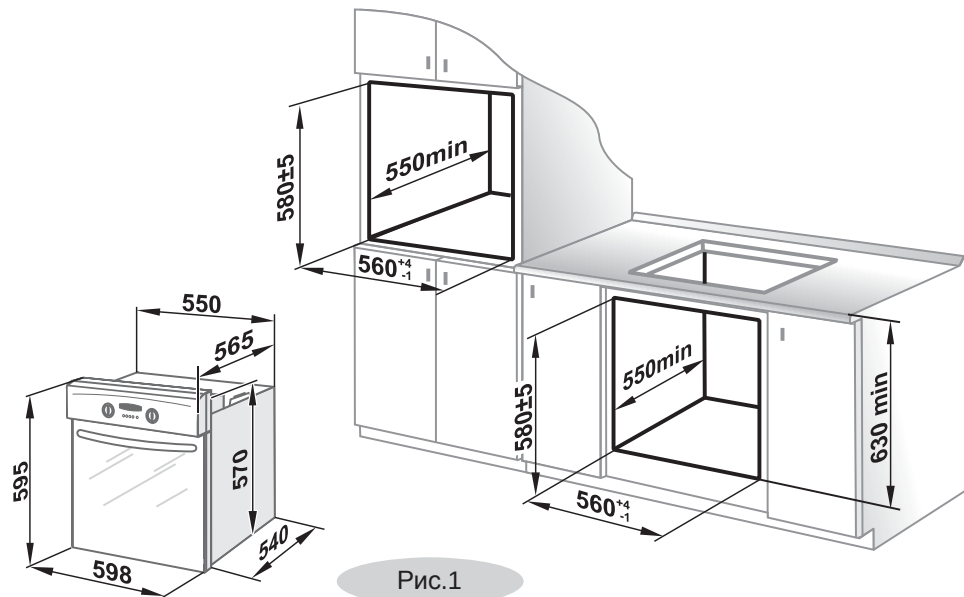

Рис.1
- Духовка встраивается в напольную тумбу или пенал кухонного гарнитура, в которых имеется ниша с размерами, указанными на рис.1 (задняя стенка гарнитура отсутствует).